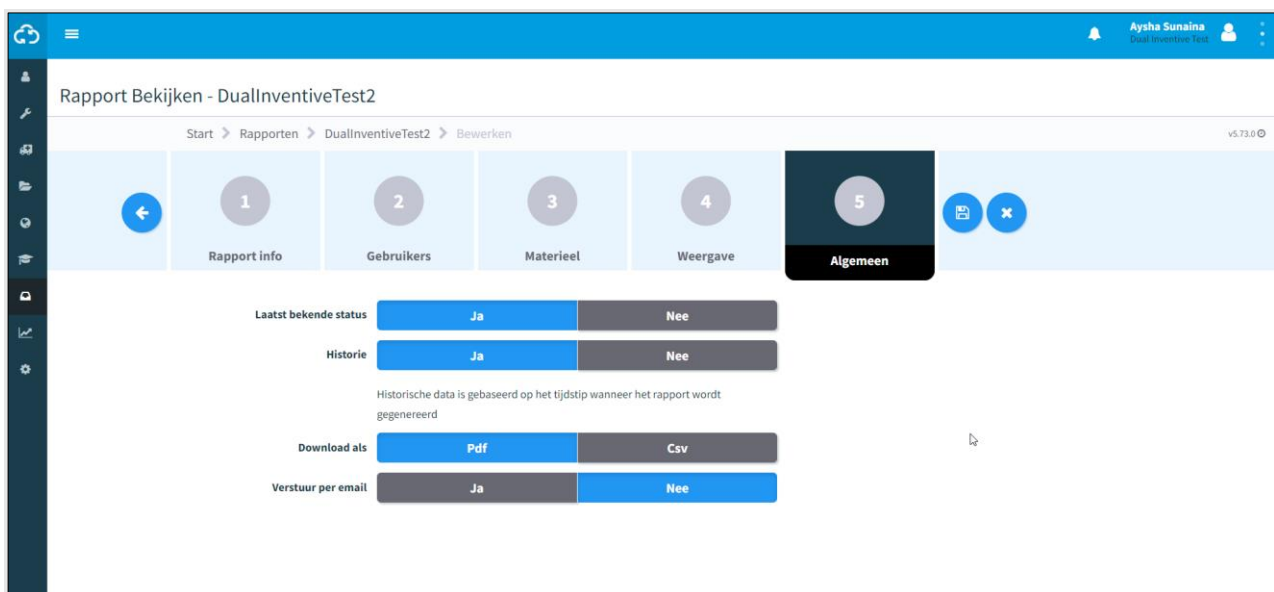

Figure 79 Rapport bekijken - algemeen
- Stap 3 - Algemeen (Figure 79).